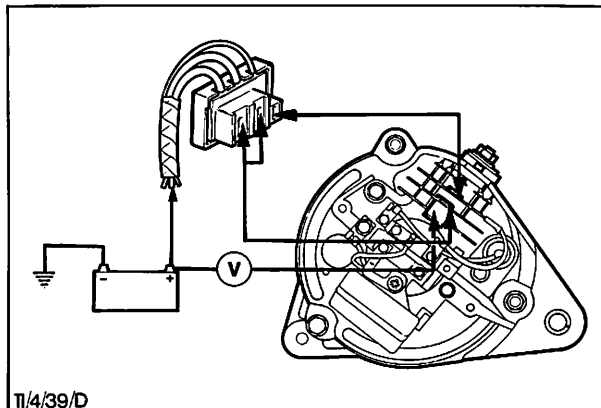

Abb. 36 Spannungsabfall im Plus-Teil des Ladestromkreises prüfen
10. Testkabel und Voltmeter wie in Abb. 36 gezeigt anschließen, um den Spannungsabfall im Plus-Teil des Ladestromkreises zu prüfen.